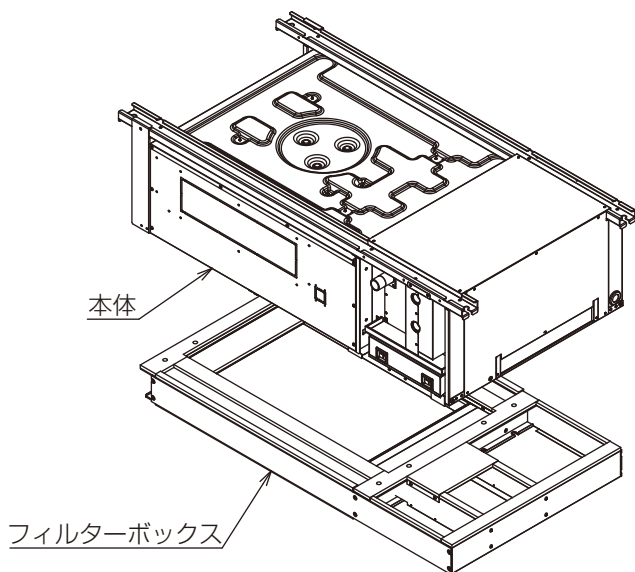
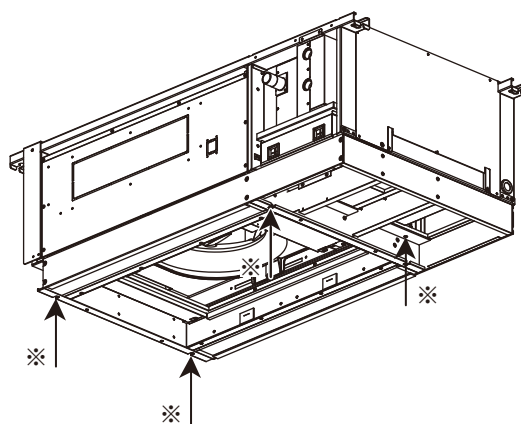

図1
図2
(1) 本体とフィルターボックスが図1に示す方向関係になるよう付属のPトラスネジ5×25で本体にしっかりと取付けてください。ネジの緩み等はエア漏れの原因となります。（図2※4カ所）